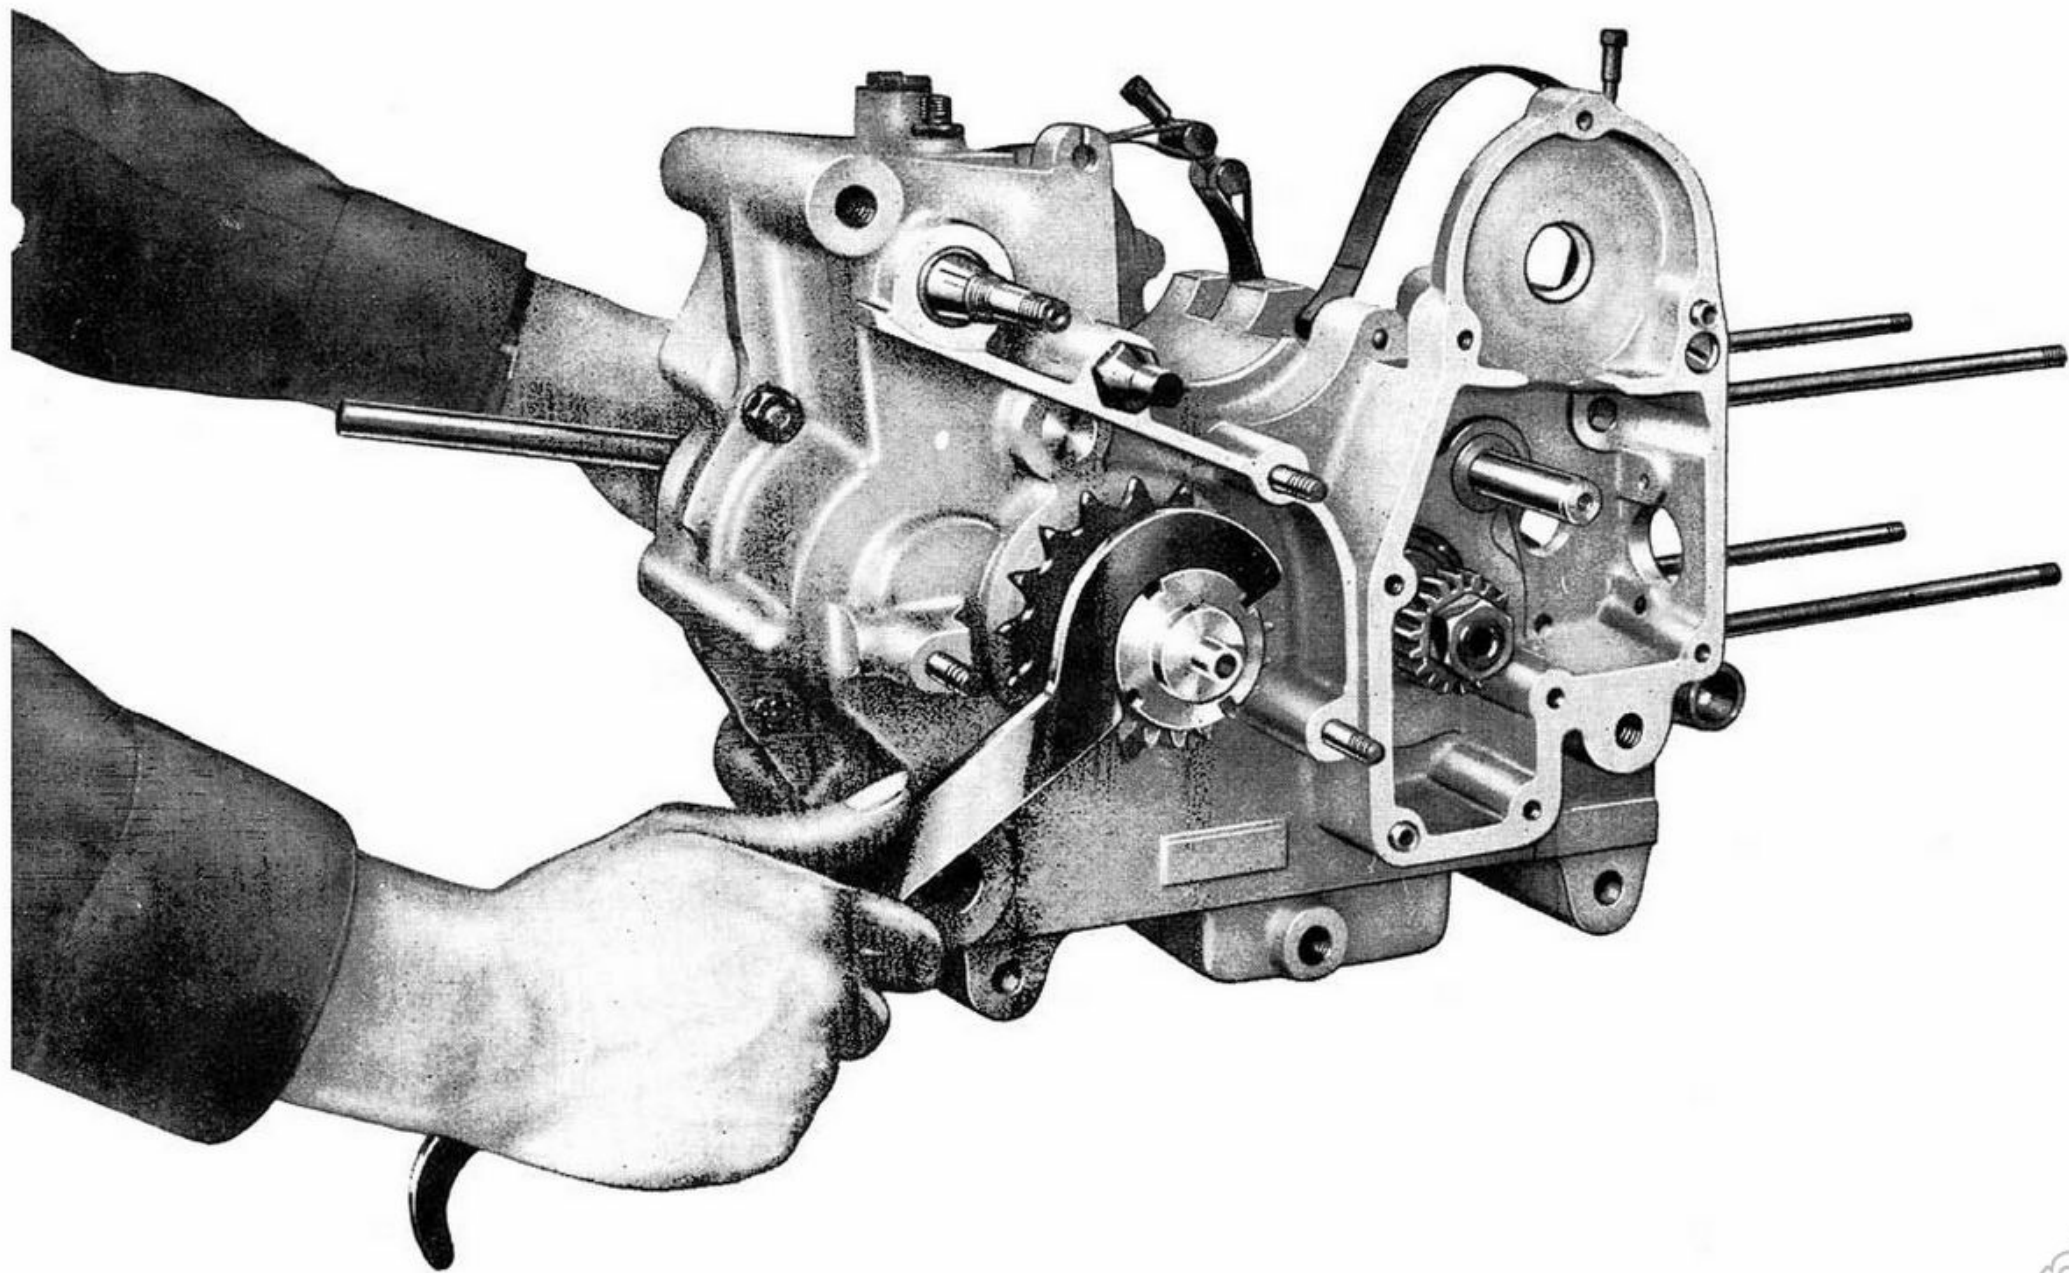

Fig. 11 - Come si leva il manicotto dentato per la messa in moto
- il manicotto dentato per la messa in moto svitandolo completamente, tenendo fermo l'albero con chiave a tubo lavorante sopra il dado fissaggio corpo frizione fisso (vedere fig. 11). Si libera così l'ingranaggio folle per la messa in moto, la molla di spinta e il piattello reggi molla;